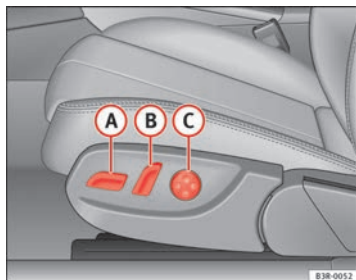
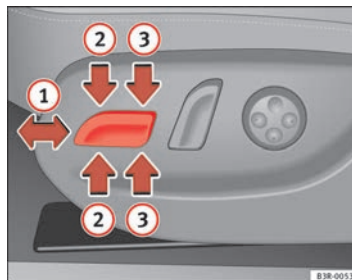

Fig. 107 Front seat:
Fig. 108 Front seat: Seat
- Press switch **A** ⇒ fig. 107 forwards or backwards **1** ⇒ fig. 108 ⇒